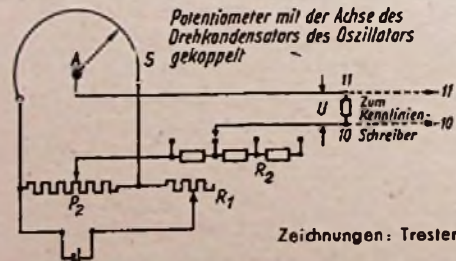

Abb. 3. Anordnung zur Winkelübertragung auf den Kennlinienschreiber
nung u erfolgt nach der in Abb. 3 schematisch gezeigten Anordnung: Von einem auf einer Pertinaxscheibe aufgespannten Schleifdraht (S) wird mittels eines Abnahmekontaktes A eine Spannung abgenommen, die proportional der Stellung dieses Kontakthebels ist. Die Achse des Kontakthebels A ist mit der Achse des Drehkondensators (C₁ in Abb. 1a) fest verbunden. Damit wird die durch A vom Schleifdraht S abgenommene Spannung
proportional dem Drehwinkel des frequenzbestimmenden Kondensators. Die abgenommene Spannung wird mittels der vertikalen Drehspule (Klemmen 10 und 11 in Abb. 3 und 2) des Kennlinienschreibers gemessen. Zur Einstellung des Nullpunktes und der Empfindlichkeit dienen das Potentiometer P₂ und die Widerstände R₁ und R₂. Hiermit läßt sich die Empfindlichkeit des Kennlinienschreibers so einstellen, daß die volle Aussteuerung des Schirms entweder bei 180° oder, bei höchster Empfindlichkeit, schon bei ca. 2° des Kondensatordrehwinkels erfolgt. Diese hohe Empfindlichkeit, durch die 2° auf 20 cm auselndergezogen werden, stellt an den Stromabnehmer (A in Abb. 3) höchste Anforderungen in bezug auf Spielfreiheit, die durch eine Spezialkonstruktion erreicht wurde.
Bei der Reihenschaltung führen wir dem Kreis über die Klemmen 1 u. 4 (Abb. 1c) eine meßbare Spannung, wir wollen sie EMK \mathcal{E} nennen, zu und messen die Kondensatorspannung zwischen den Klemmen 1 u. 7 mit Hilfe des Röhrenvoltmeters. Die EMK und Empfindlichkeit des Röhrenvoltmeters werden so eingestellt, daß die Ordinaten des Kennlinienschirms genügend ausgesteuert werden. Der Nullpunkt und die Empfindlichkeit des Abszisseninstruments werden mit Hilfe der Widerstände P₂, R₁ und R₂ (Abb. 3) so gewählt, daß die Resonanz-